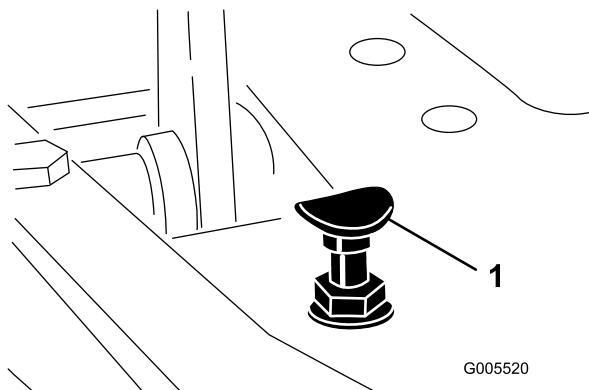

図 55
モードレバーを「移動走行」位置にセットし、ペダルを一杯に踏み込めば最高速度となります。ケーブルに張力が掛かる前にペダルがペダルストップ（図 55）に当たる場合には調整が必要です。
- モード・レバーを「移動走行」位置にセットし、ペダルストップを固定しているロックナットをゆるめる（図 55）。